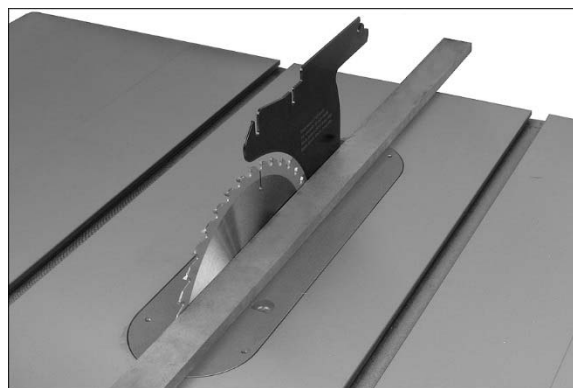

Figure 8-7
2. Placez une règle droite sur la table afin qu'elle repose contre la lame et le couteau séparateur. Voir la Figure 8-7. Faites pivoter la lame afin que la partie supérieure de la dent touche la règle droite.